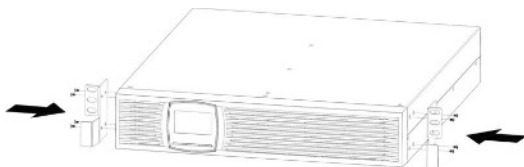
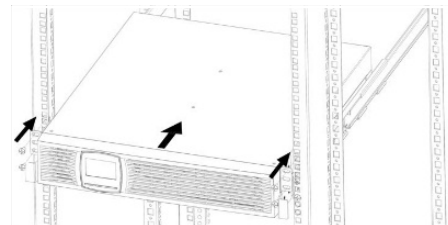

Abbildung 12: Befestigen der Montagewinkel
Abbildung 13: Montage im Rack
7. Befestigen Sie die Montagewinkel der USV-Anlage im Rack (siehe Abbildung 12, Abbildung 13).